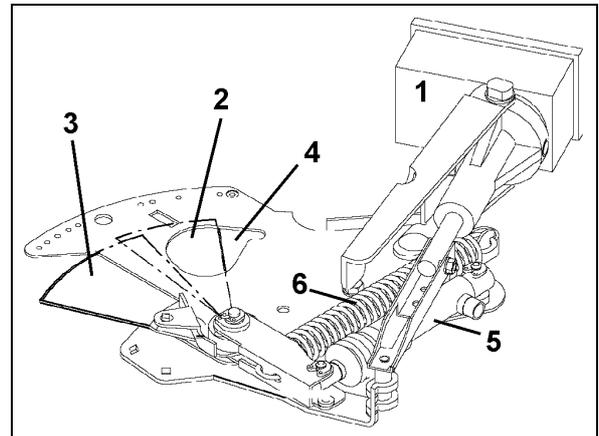
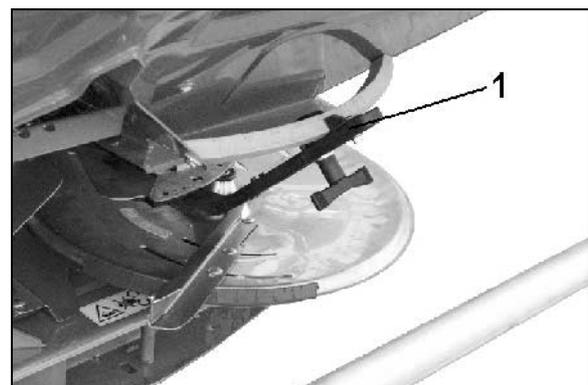

Fig. 12
Fig. 13
- elektronisch mit dem Bordrechner. Dabei geben die durch Stellmotore (Fig. 12/1) betätigten Dosierschieber (Fig. 12/2) unterschiedliche Öffnungsweiten der Durchlassöffnungen (Fig. 12/4) frei.
- manuell über die Stellhebel (Fig. 13/1) durch Einstellen unterschiedlicher Öffnungsweiten der Durchlassöffnungen (Fig. 12/4). Die hierzu jeweils erforderliche Schieberstellung wird entweder nach Angaben der **Streutabelle** oder mit der **Rechen-scheibe** ermittelt.
Das Öffnen und Schließen der Durchlassöffnungen wird durch zwei weitere Schieber (Fig. 12/3) hydraulisch (Schließen) (Fig. 12/5) bzw. durch eine Zugfeder (Öffnen) (Fig. 12/6) realisiert.